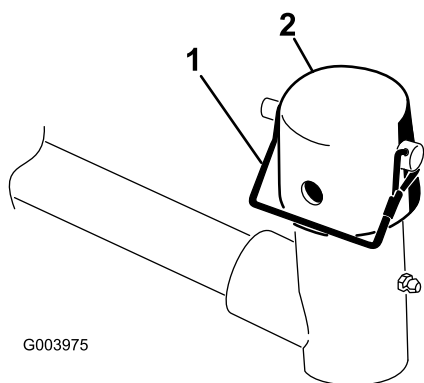

Figure 6
8. Retirez la goupille à fermoir et le capuchon de la chape de pivot du bras de levage (Figure 6).